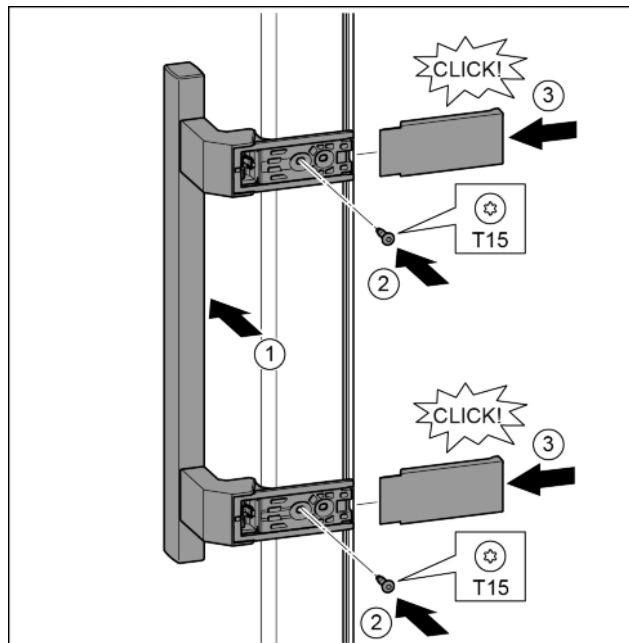

Fig. 21
- Poser la poignée sur le côté opposé. Fig. 21 (1)
- Serrer les vis avec un tournevis T15. Fig. 21 (2)
- Mettre en place les caches latéralement et les enfiler. Fig. 21 (3)